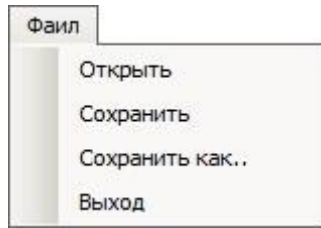

Рисунок 8.3 – Меню «Файл»
8.3 Меню «**Файл**» включает в себя следующие функции (рисунок 8.3)